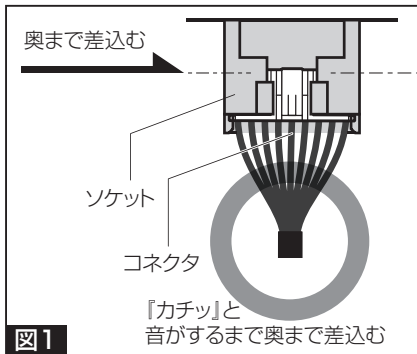
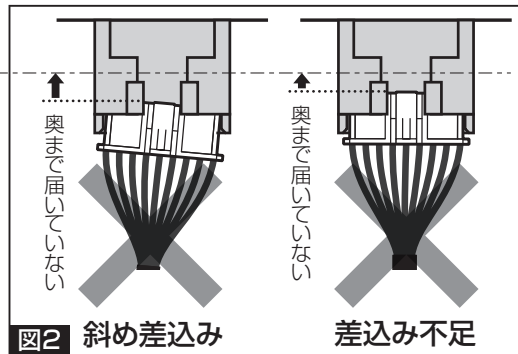

図1
図2 斜め差込み
- コネクタを図1のように、しっかりと奥まで差込む 図2のように、奥まで差込まれていないと、作動しない場合があります。